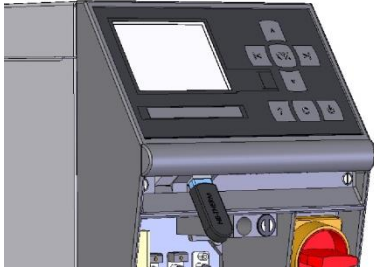

Bild 15: Anslut USB-dataminne
2. Anslut USB-dataminne (Bild 15).